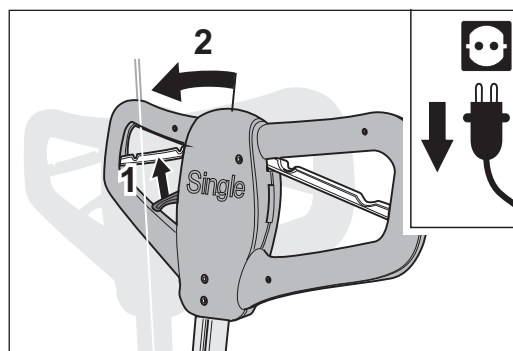

Abb. 35 Am Verstellhebel ziehen um die Verriegelung zu lösen (1) und den Stiel bis zum Anschlag hochstellen (2).
- 2 Ziehen Sie den Verstellhebel am Handgriff nach oben, um die Verriegelung des Stiels zu lösen (Abb. 35, 1). Stellen Sie den Stiel über die senkrechte Position hinaus bis zum Anschlag hochstellen (Abb. 35, 2).